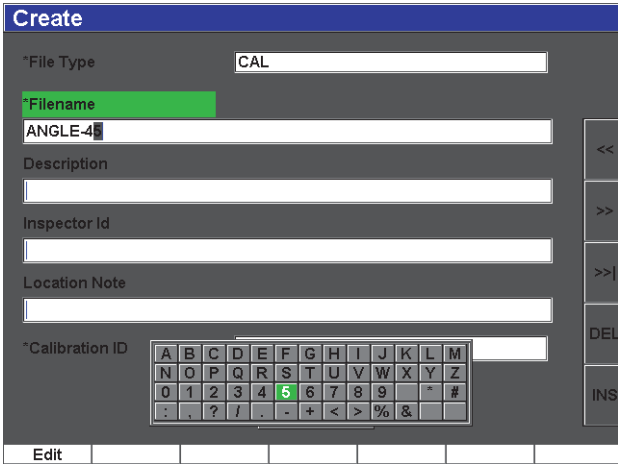

图 2-21 虚拟键盘
6. 使用飞梭旋钮或箭头键在虚拟键盘中浏览（参见第 50 页的图 2-21）。
7. 按 **INS**（插入），插入一个字符（参见第 50 页的图 2-21）。